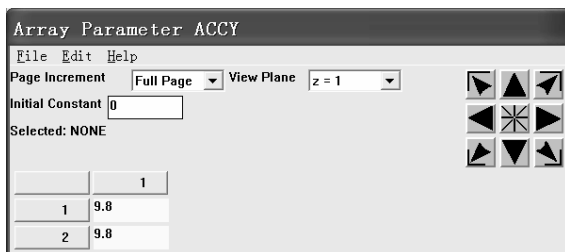

图 6-25 “Array Parameter ACCY” 窗口
(5) 在“Array Parameter TIME”窗口左下方的两个方框中依次填入“0”、“1”。
(6) 单击“Array Parameter TIME”窗口左上角的“File”下拉菜单，再单击下拉菜单中出现的“Apply”，再次单击“Array Parameter TIME”窗口左上角的“File”下拉菜单，接着单击下拉菜单中出现的“Quit”返回到“Array Parameters”窗口。
(7) 单击选中“Array Parameters”窗口中的“ACCY”，然后单击“Edit...”按钮，弹出“Array Parameter ACCY”窗口（见图 6-25）。在“Array Parameter ACCY”窗口左下方的两个方框中依次填入“9.8”、“9.8”。特别注意：这里填入的是“9.8”，而不是“-9.8”。尽管重力加速度的方向是竖直向下的，即沿 Y 轴的负方向，但填写“9.8”才是正确的。
(8) 单击“Array Parameter ACCY”窗口左上角的“File”下拉菜单，再单击下拉菜单中出现的“Apply”，再次单击“Array Parameter ACCY”窗口左上角的“File”下拉菜单，接着单击下拉菜单中出现的“Quit”返回到“Array Parameters”窗口。
(9) 单击“Array Parameters”窗口中的“Close”按钮关闭该窗口。